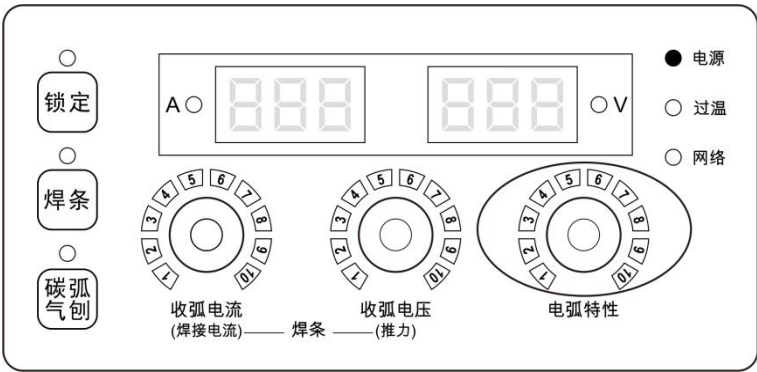

图 3-8 基础版电弧特性查看界面
1. 直接调节显示面板**电弧特性**旋钮指示到所需刻度位置，如图 3-8 所示。